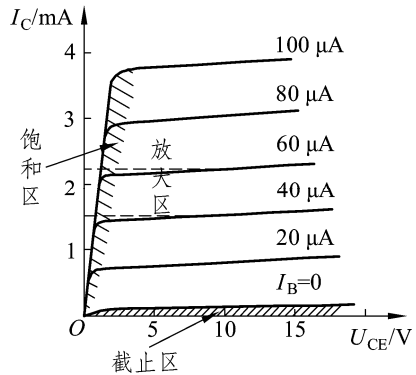

图 1.4.2 输出特性曲线
2. 输出特性是指当输入电流_____为某一数值时, 电流_____与电压_____之间的关系, 如图 1.4.2 所示。用函数表示为_____。